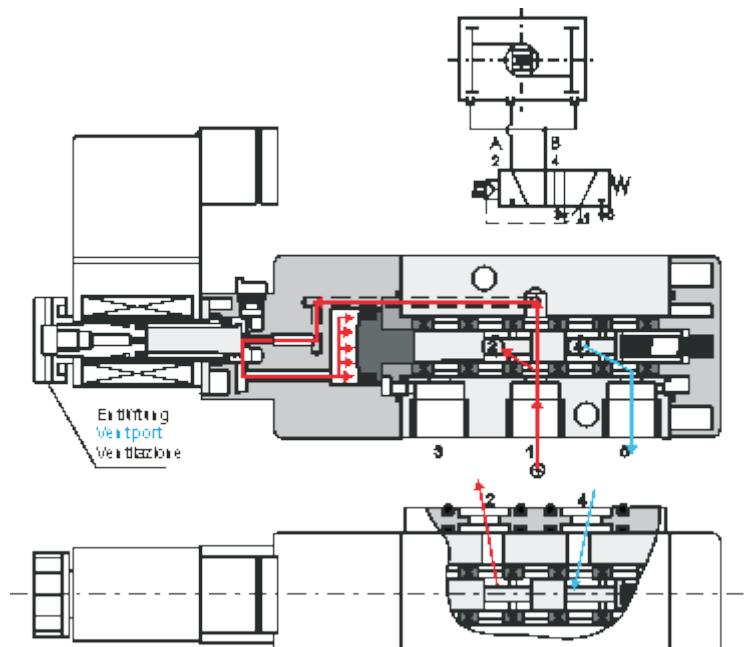

Fig. 3 Spule unter Spannung - Coil energized - Bobina eccitata
- In Fig. 3 sehen wir eine Spule unter Spannung. Die Spule erwirkt ein Magnetfeld um den Anker herum und zieht diesen von seinem Sitz weg. Dadurch drückt die Steuerluft den Kolben im Ankersitz gegen den Kolben des Magnetventilgehäuses und somit gegen die Feder. Die Steuerluft wird hierdurch von Eingang 1 zu Ausgang 2 gelenkt, während die Luft aus dem Antrieb über Ausgang 4 zu Ausgang Nr. 5 entweicht. Die Luft in Ausgang 2 bewegt bei Strombeaufschlagung der Spule die Kolben des Antriebs auseinander und somit den Antrieb in die offene Stellung.
- In Fig.3, we can find that when the coil is energized, the solenoid coil creates a magnetic field surrounding the plunger assembly and plunger. The plunger is lifted off its seat by this magnetic force and supply air provides an internal pilot pressure that is directed to the piston which shifts the spool and compress the return spring. This shifting directs the flow of supply air from inlet port 1 to outlet port 2 while outlet port 4 is connected to exhaust port 5. As for the standard assembly, the outlet port 2 is connected with port A of actuator. The air from outlet port 2 will move the pistons of actuator to opening position when the coil is energized.